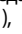

Рис. 14 – Индукционные клещи, подсоединенные к токопроводу
3. Сожмите губки индукционных клещей вокруг целевого токопровода. Убедитесь, что губки клещей полностью замкнуты в кольцо. (См. Рис. 14). Для получения лучших результатов оба конца токопровода должны быть заземлены.